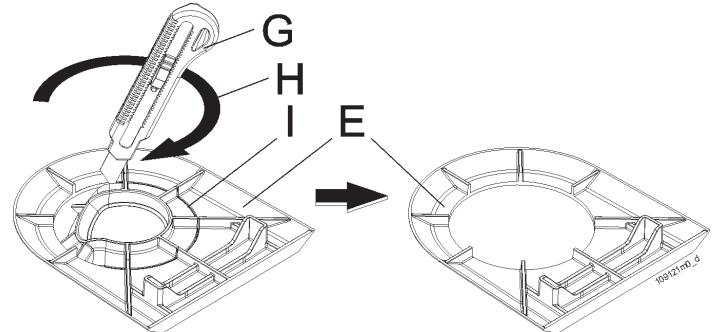

Figura 5-35 - Preparazione della guarnizione per coassiale
- 3.-controllare la guarnizione "E" che sia stata eliminata la parte indicata dalla gola "I" come indicato in Figura 5-35;